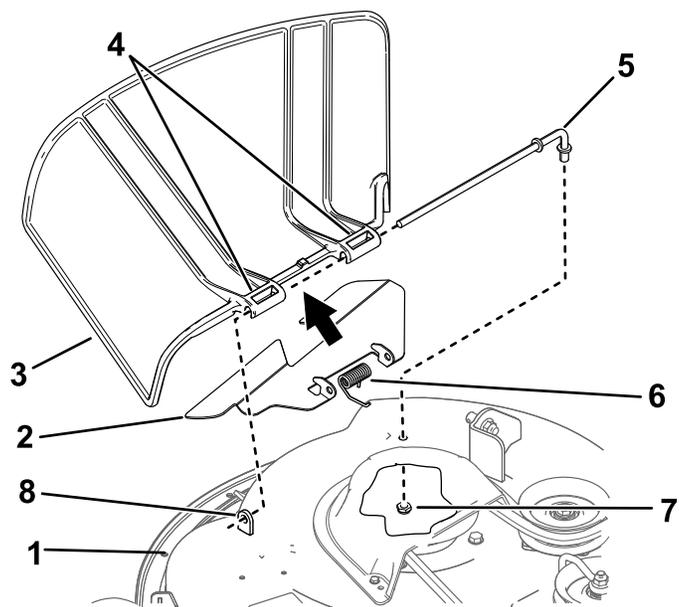

Рисунок 74
- Отверните гайку ($\frac{3}{8}$ дюйма) со стержня из-под нижней части газонокосилки (Рисунок 74).
2. Выдвиньте стержень из короткой проушины, пружины и отражателя травы (Рисунок 74).
4. Установите новый отражатель травы (Рисунок 74).
7. Проденьте стержень через второй шарнир отражателя травы (Рисунок 74).
9. Прикрепите задний конец стержня к газонокосилке с помощью гайки (3/8 дюйма), как показано на Рисунок 74.